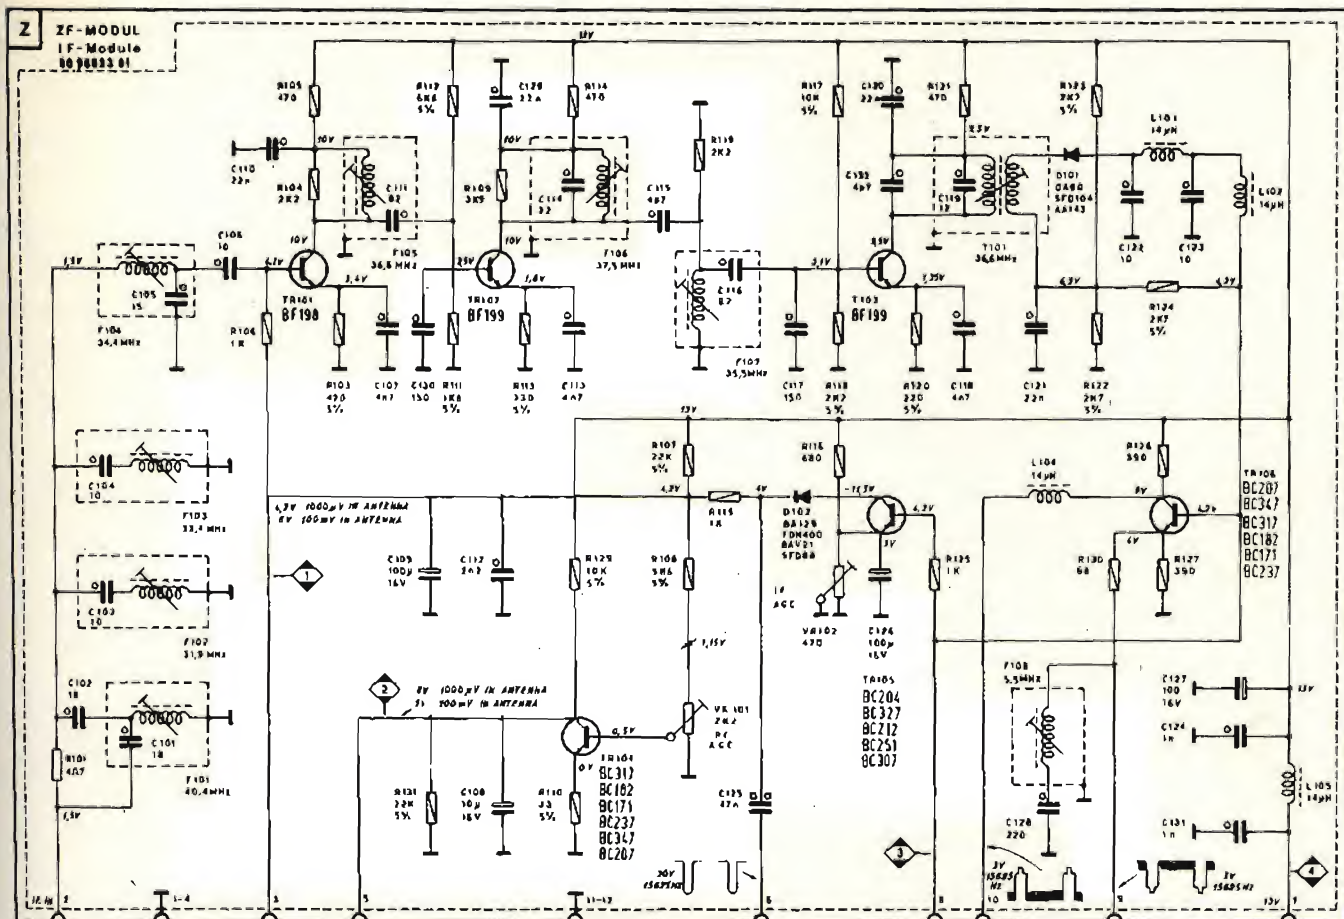
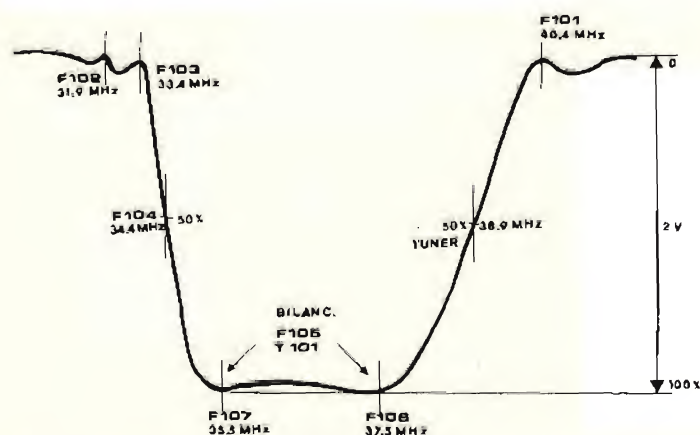

Fig. 4 - Schema elettrico dell'amplificatore della frequenza intermedia.
Fig. 6 - Curva di risposta della frequenza intermedia con indicate le frequenze di accordo delle relative bobine.
E' a transistori (fig. 4). E' contenuto nel modulo Z riportato in fig. 5. Il segnale a frequenza intermedia (I.F.) proveniente dal terminale 7 del tuner viene applicato alla base del transistor TR 101 all'ingresso
La curva passa-banda della frequenza intermedia è ottenuta (fig. 6) «sfalsando», come al solito, le frequenze di accordo dei circuiti di accoppiamento intermedi.
In fig. 6 è riportata la curva di risposta dell'amplificatore F.I.
L'amplificatore della frequenza intermedia video di cui in fig. 4 abbiamo riportato allo schema elettrico ed in fig. 6 la curva di risposta possiede le seguenti caratteristiche:
- Attenuazione delle portanti I.F. con riduzione di guadagno di 40 dB audio (fig. 6)